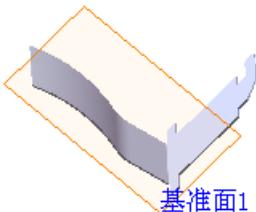
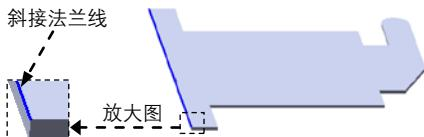
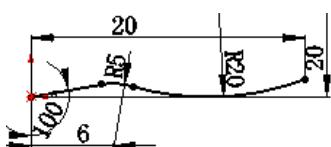
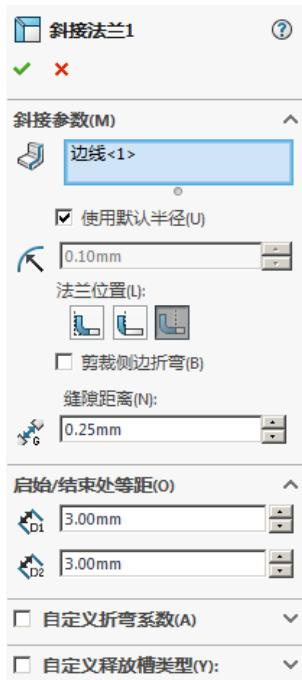

图 10.5.8 斜接法兰 1
图 10.5.9 斜接法兰线
图 10.5.10 横断面草图
图 10.5.11 “斜接法兰 1” 对话框
Step4. 创建图 10.5.8 所示的钣金特征——斜接法兰 1。选择下拉菜单  →  →  命令；在模型中选取如图 10.5.9 所示的边线作为斜接法兰线，系统自动生成基准平面 1，并进入草图环境；在草图环境中绘制如图 10.5.10 所示的横断面草图，选择下拉菜单  →  命令，退出草图环境，系统弹出如图 10.5.11 所示的“斜接法兰 1”对话框；在 **法兰位置(N)** 区域中，单击“折弯在外”按钮 。其他采用系统默认设置值。在 **启动/结束处等距(O)** 区域的下拉列表  输入值 3.00，在  输入值 3.00。其他采用系统默认设置值。单击  按钮，完成斜接法兰 1 的创建。